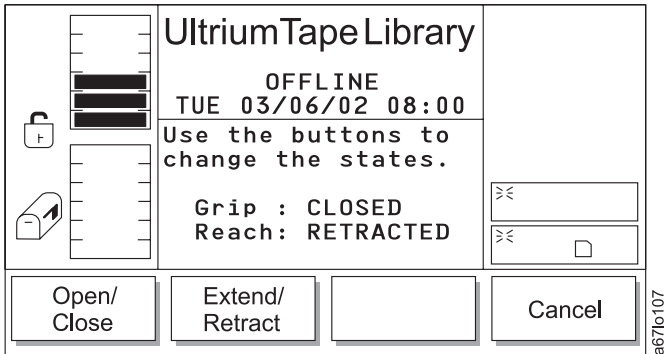

Abbildung 171. Dialog für Greifarmfinger
- Wird **OK** ausgewählt, erscheint der Dialog für Greifarmfinger (siehe Abb. 171).
Tabelle 120. Übersetzung von Abb. 171 auf Seite 184, Dialog für Greifarmfinger